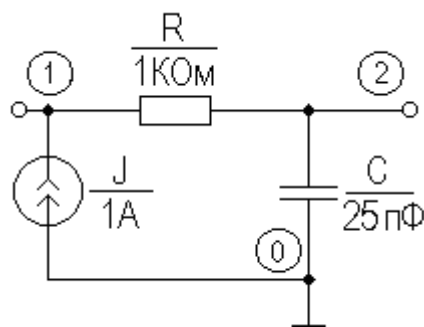

Рисунок 5.1 – Схема интегрирующей цепи
- в системе **MatLab** создать и отладить программу расчета амлитудно-частотной (АЧХ) и фазо-частотной (ФЧХ) характеристик электрических цепей, реализующую обобщенный метод узловых потенциалов (ОМУП). На первом этапе выполнения задания рекомендуется в качестве схемы использовать интегральную цепочку (рис. 5.1). В главной программе использовать конструкцию **menu** для организации удобного для пользователя интерфейса. Получить, используя разработанную программу, АЧХ и ФЧХ интегральной цепи и схемы индивидуального задания.
- Используя пакет **Multisim (MS)**, проверить с помощью измерителя частотных характеристик (**Bode Plotter**) соответствие полученных АЧХ и ФЧХ расчетным, сделать соответствующие выводы.
Рассмотрим в качестве примера расчет АЧХ и ФЧХ интегрирующей цепи (рисунок 5.1). Очевидно, что модуль коэффициента передачи на нулевой частоте для этой схемы $K_0 = 1$, с ростом частоты его значение уменьшается. Значение верхней граничной частоты по уровню 0,707 определится как: